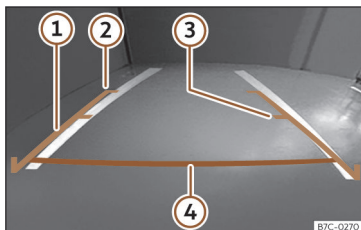

Fig. 186 Ecrã do sistema Infotainment: linhas de orientação.
- A carga do veículo modifica a representação das linhas de orientação»»» Fig. 186. A largura que as mesmas representam, diminui com o nível de carga. Preste atenção ao espaço envolvente quando o interior ou a bagageira estiverem carregados.
»» **Fig. 186**